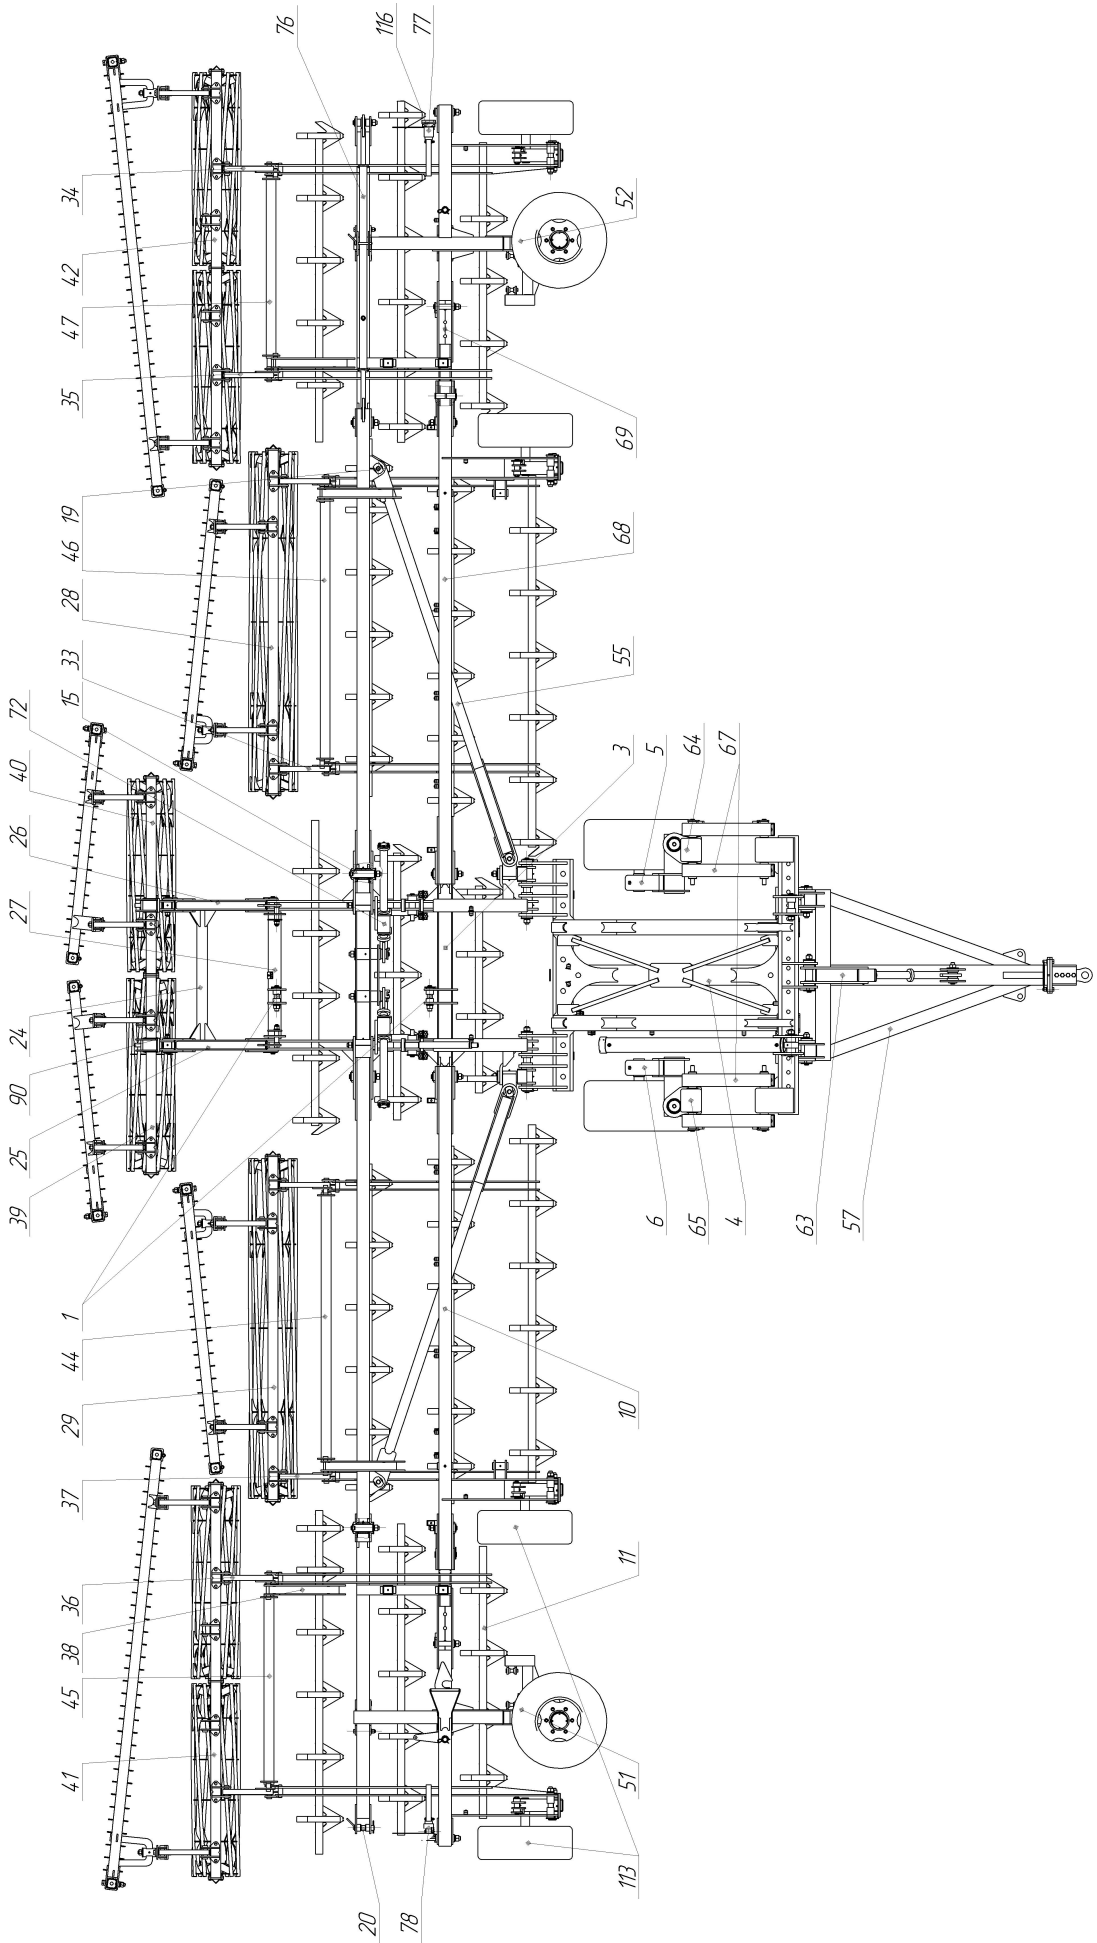

Рисунок 1 Культиватор модульный прицепной КМП-14
Культиватор (рис. 1) состоит из следующих основных сборочных единиц: дышло 57, остов 4, секция центральная 3, секция внутренняя правая 10 и левая 68, секция наружная правая
- транспортировка культиватора с незаблокированными с помощью гидрокранов гидроцилиндров транспортных колёс – 51, 52 (рис. 1);
3.6 Собранный культиватор стропить только в местах, указанных на его раме. Механизм опорных колёс – 64, 65 (рис. 1), при подъёме, должен быть зафиксирован от самопроизвольного опускания. Нахождение строповщика в зоне подъёма культиватора запрещено.
3.7 При транспортировке культиватора в составе агрегата культиватор должен быть переведен в транспортное положение. На опорных колёсах – 64, 65 (рис. 1) должны быть установлены упоры, обеспечивающие равномерный дорожный просвет под рамой, ограничительные цепи навесной системы трактора затянуты, гидроцилиндры транспортных колёс – 51, 52 (рис. 1) заперты с помощью гидрокранов на цилиндрах, гидроцилиндр подъёма катков центральной секции – 39, 40 (рис. 1), находится в сжатом состоянии, регулировочные проставки сняты, а сами катки развернуты гидроцилиндром параллельно направлению движения. Упорный палец из ползуна 63 (рис. 1) – вынут. В случае если какой-либо элемент конструкции не обеспечивает дорожный просвет 300 мм и более, необходимо обеспечить соответствие данному параметру.
**ВНИМАНИЕ !** В Транспортном положении рычаг управления гидроцилиндрами подъёма/опускания рамы культиватора, установленными между остоном 4 и центральной секцией 3 (рис. 1) должен находиться в положении «плавающее»
4.4 Агрегатирование культиватора с трактором производится на ровной площадке. Трактор задним ходом подъезжает к культиватору так, чтобы сцепное устройство трактора соединилось с прицепной петлей культиватора, установленной на дышло 57 (рис. 1). Ограничительные цепи навесной системы трактора (если имеются) должны быть натянуты, блокируя нижние тяги между собой. В случае, если трактор оснащен сцепной петлей не имеющей регулировки по высоте, необходимо переставить по регулировочным отверстиям кронштейн прицепной петли культиватора на необходимую высоту, при этом дышло должно располагаться параллельно земли.
Перед началом раскладывания, при заезде на поле, транспортные колёса – 5, 6 (рис. 1), находятся в положении для движения вперёд. Для облегчения процесса раскладывания рекомендуется выполнить следующий маневр – проехать немного дальше места начала работ, с культиватором в транспортном положении проехать задним ходом, для поворота транспортных колёс – 5, 6 в положение движения задним ходом, начать раскладывание.